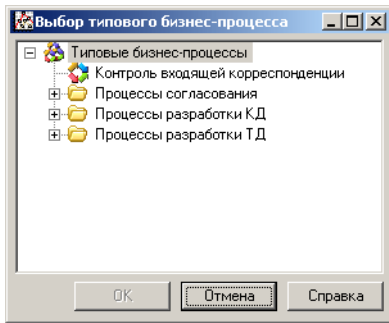

Рис. 3.1.
1. Вызовите из главного меню команду **Бизнес-процесс – Загрузить типовой бизнес-процесс** или нажмите на панели инструментов одноименную команду кнопку. Откроется окно **Выбор типового бизнес-процесса**. В нем содержится список типовых процессов, доступных для загрузки (рис. 3.1).